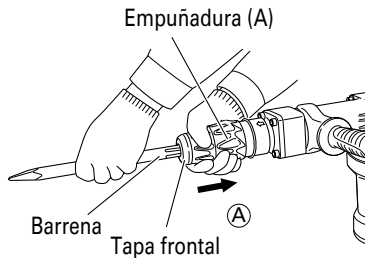

Fig. 2
- (1) Limpie la parte del vátago de la herramienta.
- (2) Tal como se muestra en la Fig. 2, tire de la empuñadura (A) en la dirección de (A), e inserte la herramienta en el orificio de la tapa frontal.
- (2) Suelte la empuñadura (B), gire la herramienta, y cerciórese de que haya quedado completamente bloqueada.
Tal como se muestra en la Fig. 2, tire de la empuñadura (A) y extraiga la herramienta.